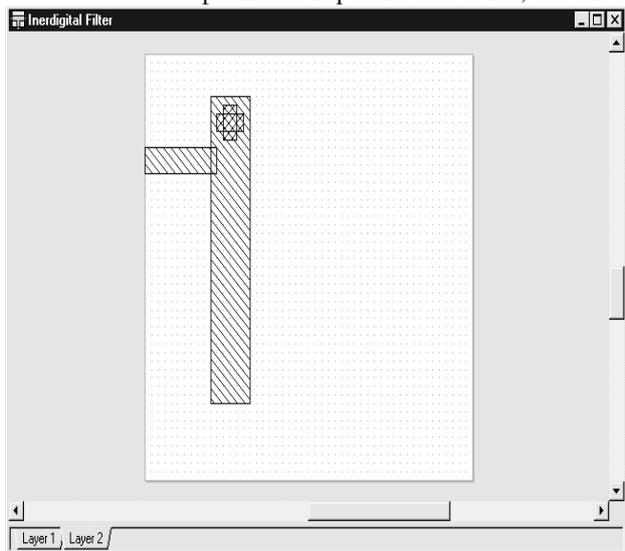

Рис. 4.8
7. Нажмите клавишу **Tab**, чтобы отобразить диалоговое окно **Enter Coordinates**. Снимите галочку в переключателе **Re**, чтобы установить абсолютные координаты. Введите **2.2** в поле **x**, введите **1.8** в поле **y** и нажмите **ОК**. Новая электромагнитная структура показана на рис. 4.8.